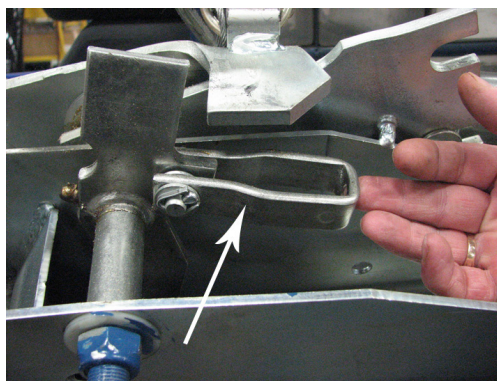

Figura 2.2, Quitar esta horquilla de 50 mm enganche
2. Fije el acoplador de 50 mm(4) a la barra de enganche(13) con dos pernos(8) de 1/2 pulg. x 4 pulg. (13 mm x 102 mm), arandelas(6) y tuercas(7). Aplique un par motor de 75 pie-lb.
3. Para fijar la varilla del freno(14) al acoplador será necesario retirar la horquilla que se muestra en la figura 2.2. La figura 2.2 es una vista desde abajo del acoplador.